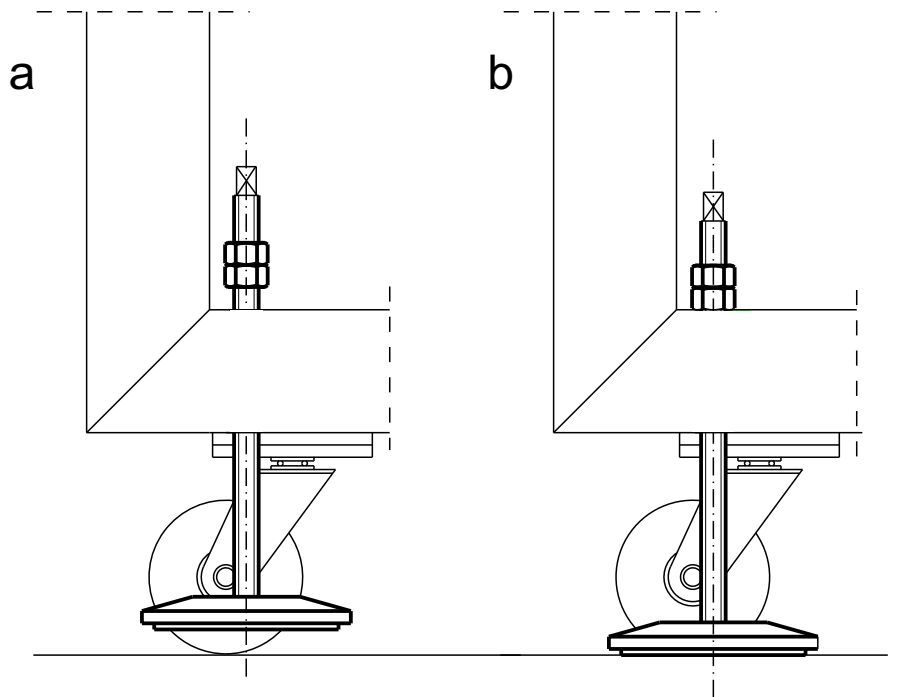

Abb. 8 Montage der Polsterung
7. Liste der Polsterungsteile für Abb. 8